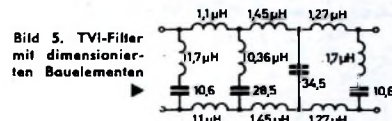
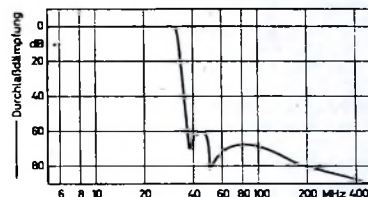

Bild 5. TVI-Filter mit dimensionierten Bauelementen
Bild 6. Dämpfungs-frequenzgang des TVI-Filters nach Bild 5
verschiedene Induktivitätswerte und drei Kapazitätswerte mit Hilfe von Gl. (7) und Gl. (8) zu errechnen. Das dimensionierte TVI-Filter ist im Bild 5, die zugehörige Durchlaßkurve im Bild 6 dargestellt.